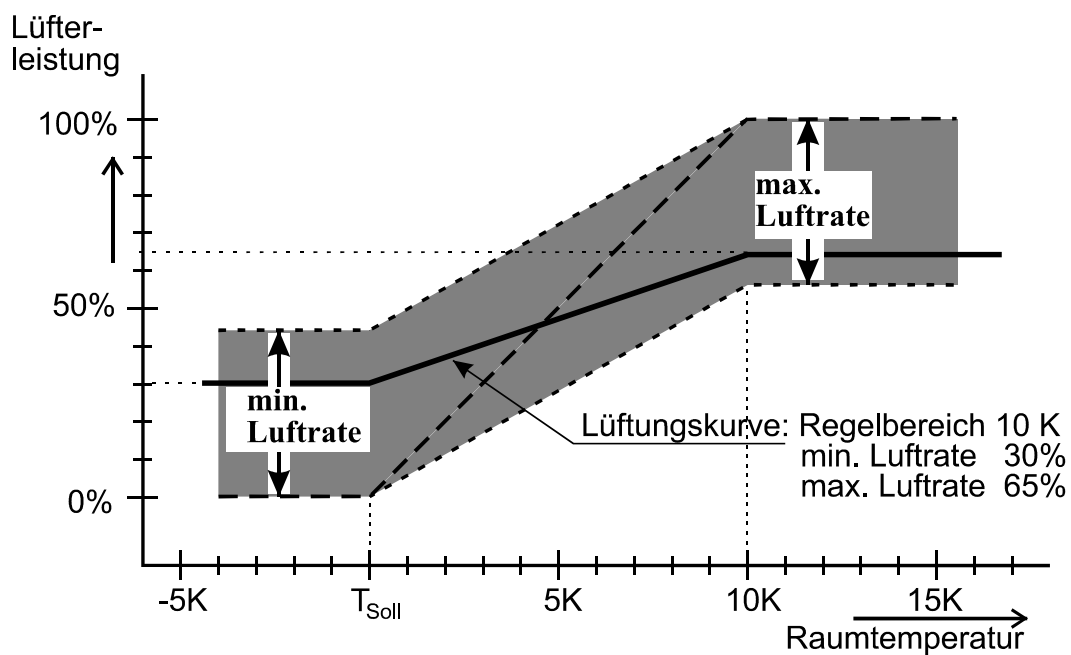

Bild 2: Einstellen der min. und max. Luftrate
- Bild 2: Min. und max. Lufrate